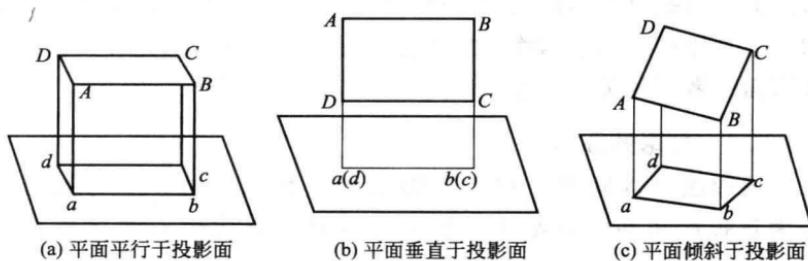

图 1.2 投影的特性
实形，形状和大小均不变，这种特性称为投影的显实性，见图 1.2(a)。
(2) 积聚性 直线、平面垂直于投影面时，其投影积聚为一点或一条直线，这种特性称投影的积聚性，见图 1.2(b)。
(3) 类似性 直线、平面倾斜于投影面时，其投影仍为直线（长度缩短）、平面（形状缩小），这种特性称投影的类似性，见图 1.2(c)。